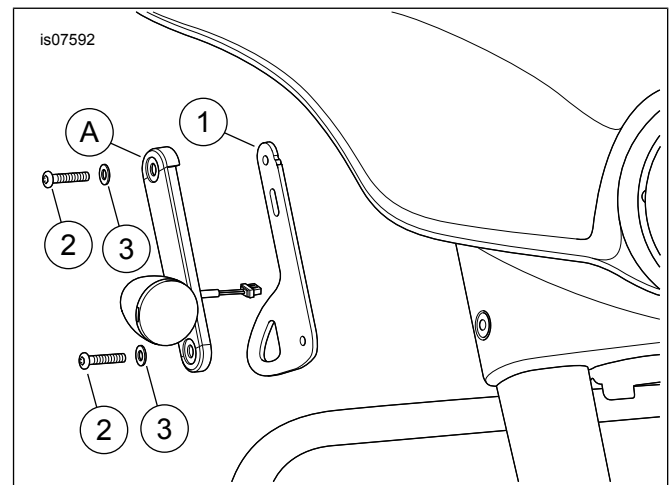

Abbildung 1. Einbau der Spannriemenhalterung
Siehe Abbildung 1 und Tabelle 1. Dieser Satz enthält eine rechte und linke Verankerungshalterung (1), vier Schrauben (2), vier Unterlegscheiben (3) sowie diese Anleitung. Nur die Schrauben (Teile-Nr. 3140) und Unterlegscheiben (Teile-Nr. 6702) sind separat erhältlich.